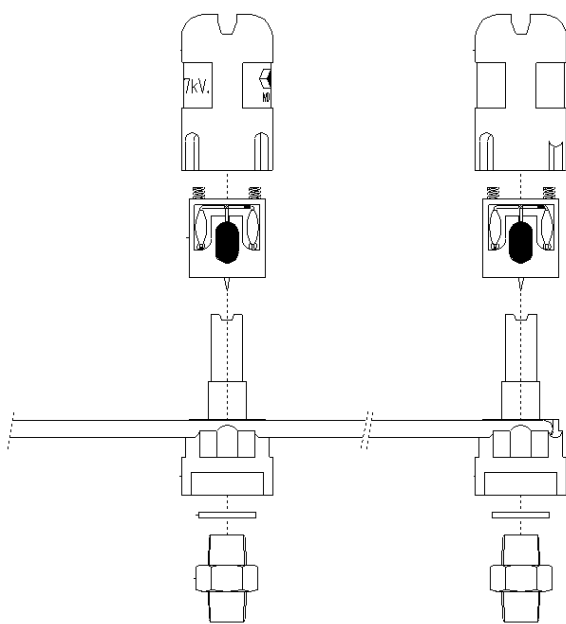

Fig. 3 Opbouw HE sproeier
10.2.1. Demonteren HE sproeier (zie fig. 3)